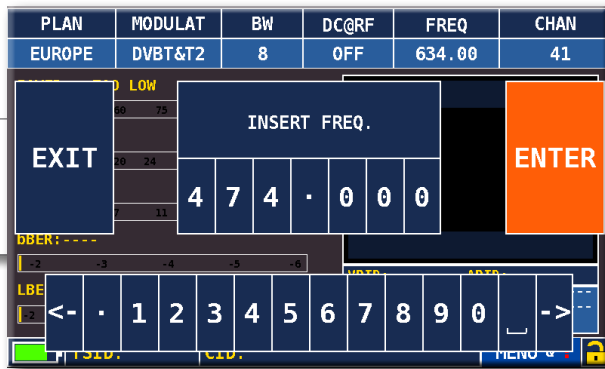

fig. 4
- Pulse la rueda y confirmar la selección (fig. 4)
- Finalmente girar la rueda y seleccione entrar (fig. 4)
- Pulse la rueda y confirmar la selección (fig. 4), o toque la pantalla fuera del menú desplegable (Fig. 4)
- Por último toque entrar y confirmar la selección (fig. 4)